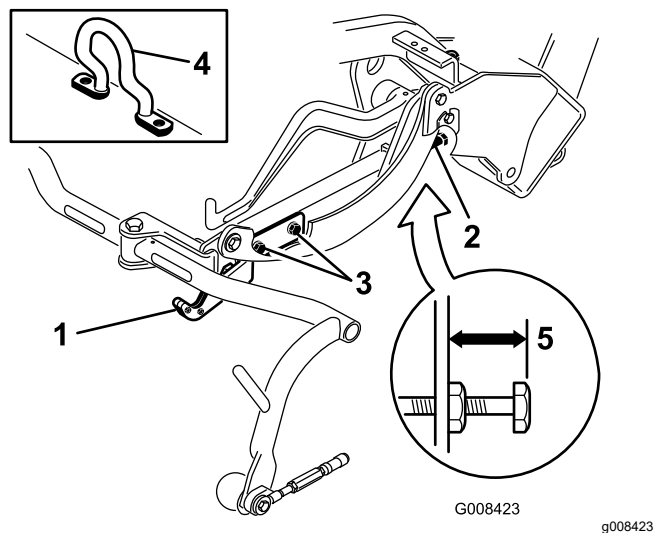
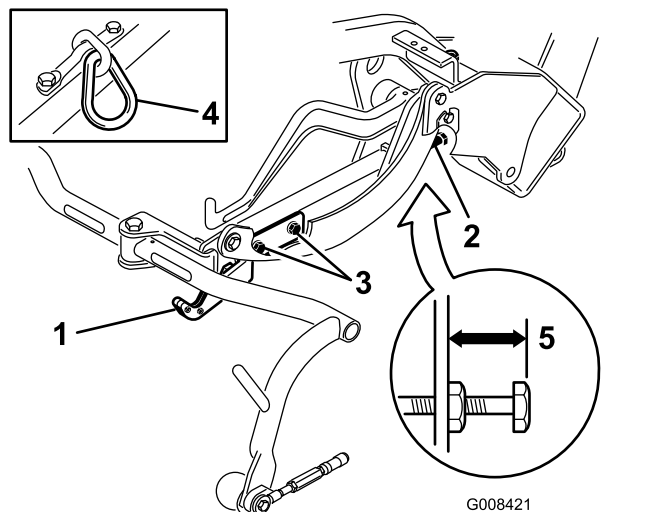
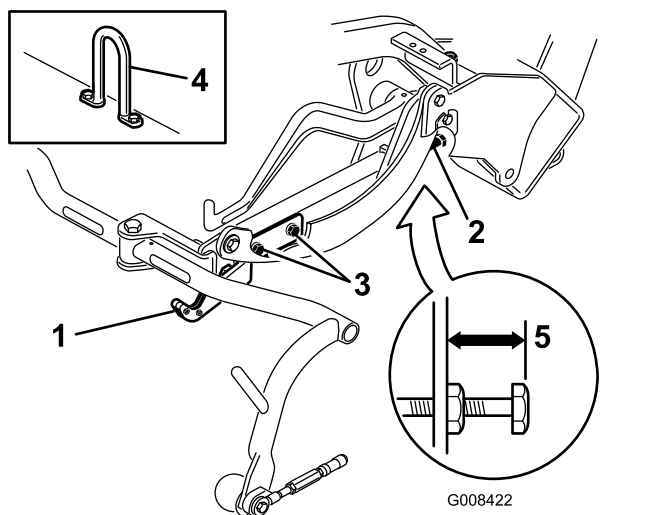

Figura 10
Figura 11
Figura 12
Verifique a altura de transporte (Figura 11 e Figura 12) e ajuste-a, se necessário.
2. Em unidades de corte equipadas com um gancho de elevação desviado (Figura 10, em destaque) verifique se a distância a partir da parte superior do parafuso de ajuste da estrutura de suporte até à parte posterior da estrutura de suporte é de 25 mm. Se a distância não for de 25 mm, avance para o passo 4.
- Desaperte os parafusos de montagem da placa de transporte (Figura 11, Figura 12 e Figura 10).
- Se as estruturas de suporte não estiverem à mesma altura, desaperte a porca de bloqueio no parafuso de ajuste da estrutura de suporte (Figura 10, Figura 11 e Figura 12). Rode o parafuso para fora para elevar e para dentro para descer. Aperte a porca de retenção após ajustar a altura devida.